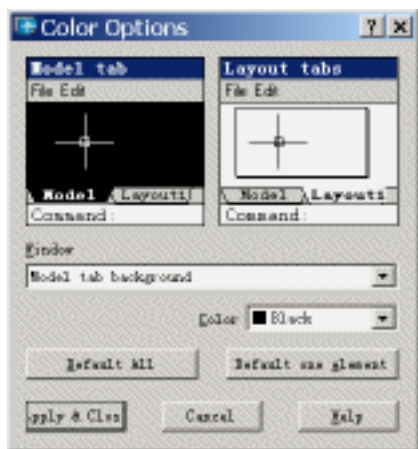

图 1.2 Color Options 对话框
(2) 设置绘图窗口颜色。如果是初次使用 AutoCAD 2004, 或一直没有改变过绘图窗口颜色, 那么新建文件的绘图窗口背景色就是系统默认的黑色。为了符合正常的手工制图习惯(通常图纸都是白色), 需要将绘图窗口背景改成白色。选择【Tools(工具)】|【Options(选项)】命令打开 Options 对话框, 然后在 Display(显示)选项卡中单击 Windows Elements(窗口元素)选项组中的 Colors(颜色)按钮, 弹出 Color Options(颜色选项)对话框, 如图 1.2 所示。